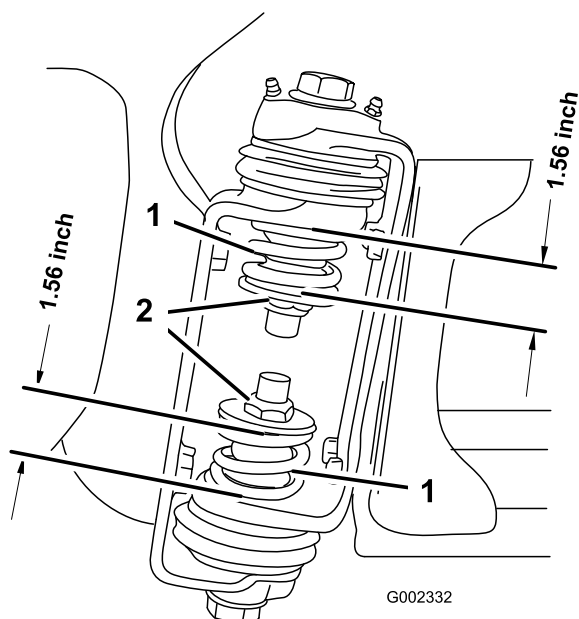

Figura 8
- All'altezza della cerniera della barra, misurate la compressione delle molle superiori e inferiori mentre le barre sono prolungate (Figura 8).